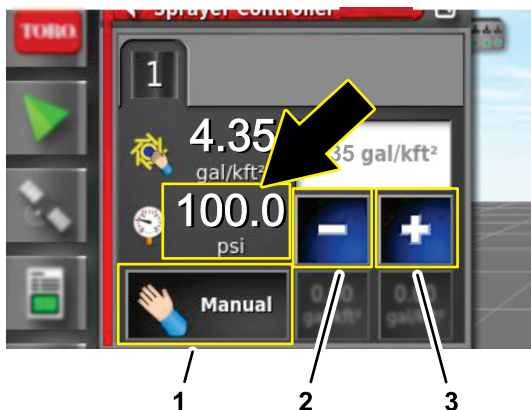

Figure 165
7. Dans la boîte de dialogue du contrôleur de débit de pulvérisation, appuyez sur l'icône MODE DE COMMANDE DE DÉBIT jusqu'à ce que le mode manuel s'affiche (Figure 165).
8. Utilisez l'icône de réduction (-) ou d'augmentation (+) pour régler la pression du système de pulvérisation (Figure 165) à 6,9 bar.